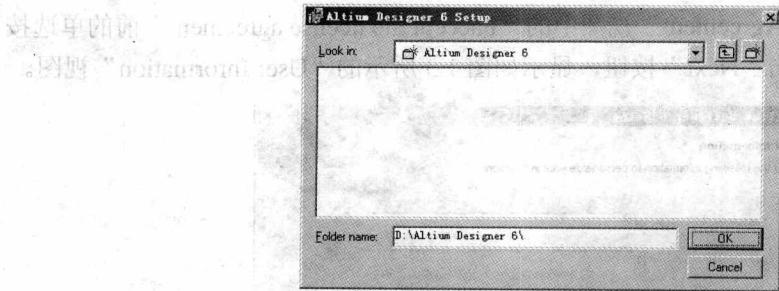

图 1.5 安装路径选择对话框
(5) 在“Destination Folder”视图的“Destination Folder”区域显示了即将安装 Altium Designer 6 的安装路径，若想更改安装路径，单击“Browse”按钮，打开如图 1.5 所示的安装路径选择对话框。